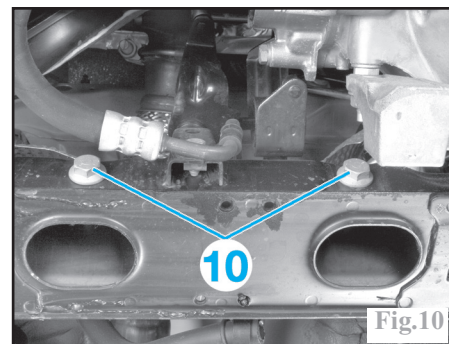

Fig.10
Déposer les vis de fixation (10) du boîtier de direction sur le berceau ainsi que les entretoises (Fig.10).